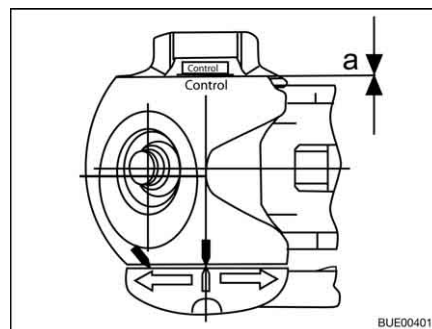

Fig. 189 Contrôle d'usure
- Distance $a = 0$ (Fig. 189) : Contrôler les garnitures de friction et au besoin les changer.